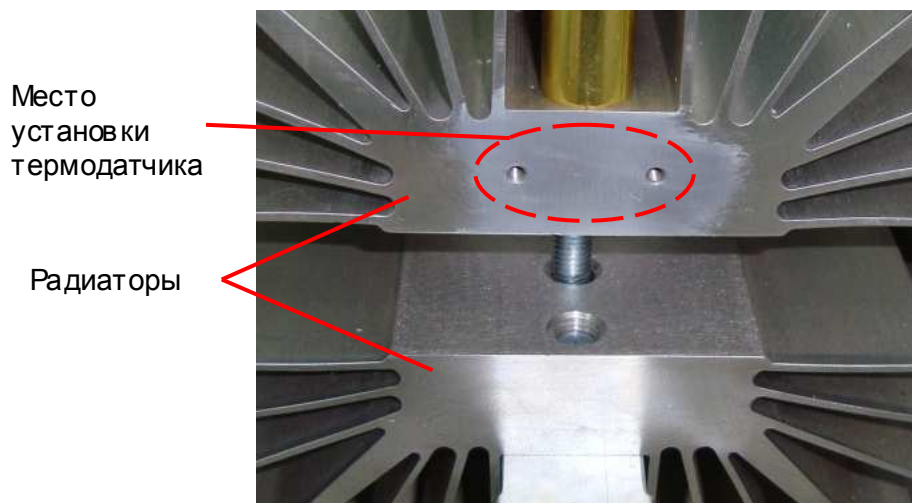

Рис. 7.12
7.4.1. Протереть радиатор в месте монтажа датчика температуры салфеткой, смоченной СБС (рис. 7.12).